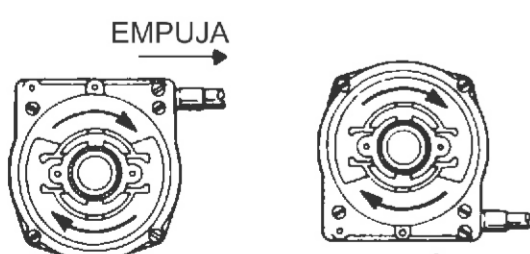

FIGURA 3
3.2 Ubicar la salida deseada del cable desde el mecanismo. Con el recorrido del cable pasando a lo largo del lado derecho de la embarcación, el empuje para girar a la derecha, se logra teniendo la salida del cable en la esquina superior derecha del mecanismo (Ver Figura 3)